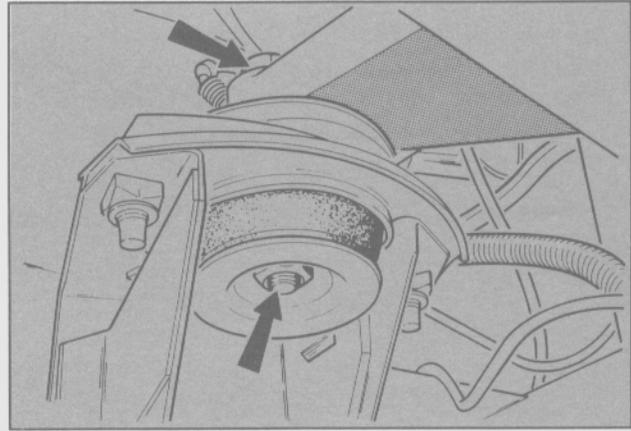

Fig. 62 - Soporte delantero del motor
- Colocar las tuercas de sujeción de los soportes delanteros del motor (Fig. 62).